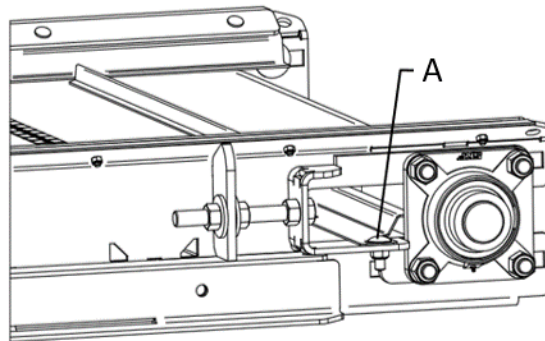

Figure 39 — Réglage du racloir du convoyeur
1. Desserrez les boulons situés de chaque côté du convoyeur (Figure 39, repère A).
3. Resserrez les boulons (Figure 39, repère A).